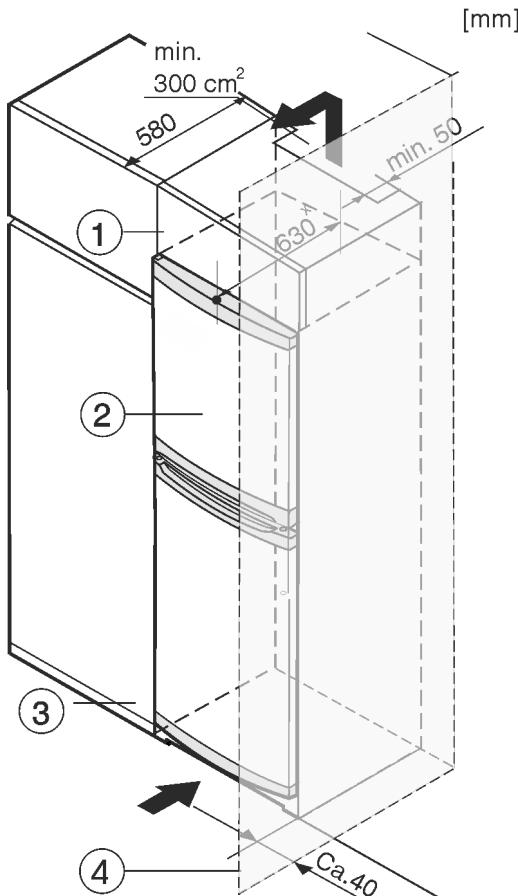

Fig. 8
- (1) Rehausse
- (2) Appareil
- (3) Placard de cuisine
- (4) Mur
- × Pour les réfrigérateurs avec cales d'écartement, la cote augmente de 35 mm (voir 4.2 Mise en place de l'appareil). L'appareil peut être intégré dans des meubles de cuisine. Pour adapter l'appareil Fig. 8 (2) à la hauteur du coin cuisine, une rehausse Fig. 8 (1) peut être posée sur l'appareil.
- Lors de la transformation avec des placards de cuisine (profondeur max. 580 mm), le réfrigérateur peut être placé directement à côté du placard de cuisine Fig. 8 (3). Le réfrigérateur dépasse sur les côtés de 34 mm x et au centre du réfrigérateur de 50 mm x par rapport à la façade du placard.
Si le réfrigérateur est installé avec les charnières près d'une paroi Fig. 8 (4), la distance entre le réfrigérateur et la paroi doit être d'au moins 40 mm. Cela correspond au dépassement de la poignée lorsque la porte est ouverte.